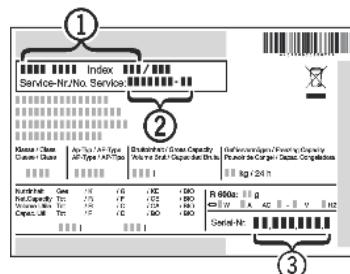

Fig. 24
- Считать обозначение устройства Fig. 24 (1), сервисный номер Fig. 24 (2) и серийный номер Fig. 24 (3) с заводской таблички. Заводская табличка находится внутри устройства слева.